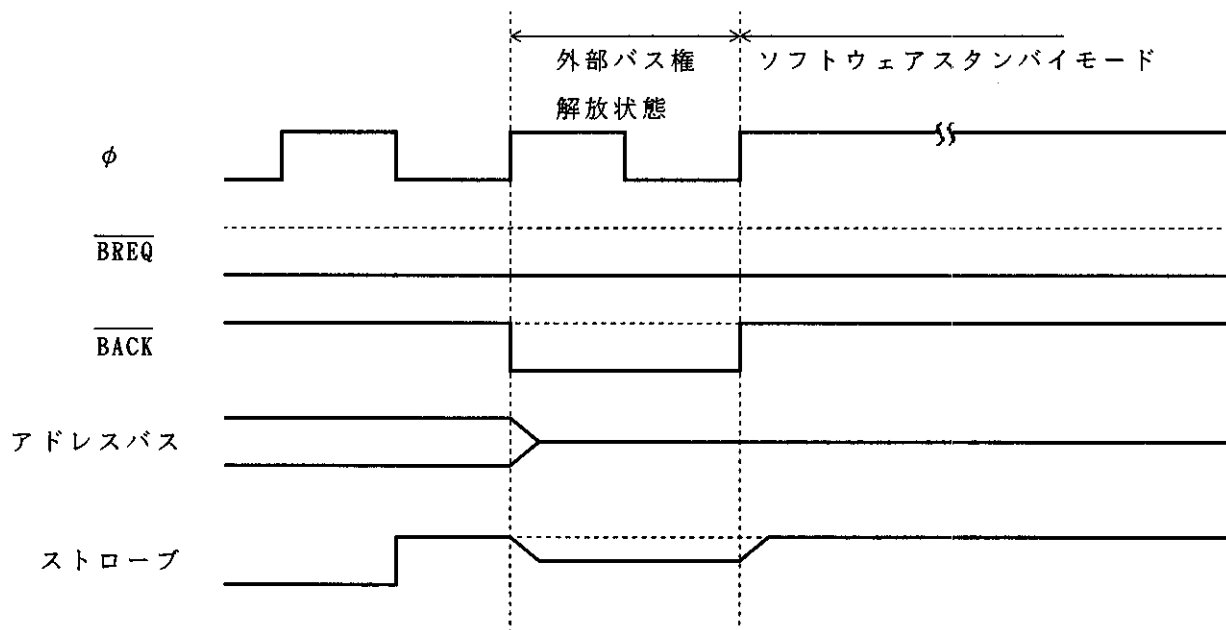

図7.25 バス解放状態とソフトウェアスタンバイモードの競合
(4) バスサイクルがウェイトステートの挿入により長く続く場合も、外部バス権解放状態と同様に、最初の要求が保持されます。
(5) ソフトウェアスタンバイモードへ遷移するとき、外部バスマスタからのバス権要求が競合すると、ソフトウェアスタンバイモードへの遷移の直前に1ステートバス解放状態が発生することがあります(図7.25参照)。